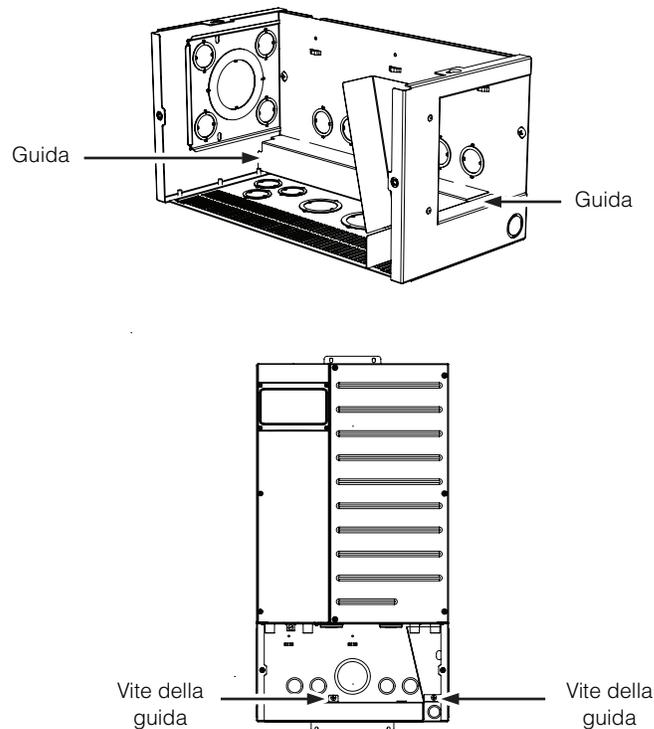

Figura 4-5 Guide della scatola per condotti XW+
1. Rimuovere le due guide per i cavi di comunicazione rimuovendo la vite che le mantiene in posizione, come mostrato nella Figura 4-5.